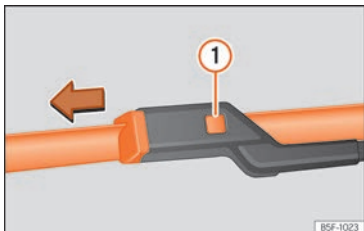

Abb. 85 Scheibenwischerblätter vorne auswechseln.
- Entriegelungstaste »» **Abb. 85** **1** gedrückt halten und gleichzeitig das Scheibenwischerblatt in Pfeilrichtung abziehen.